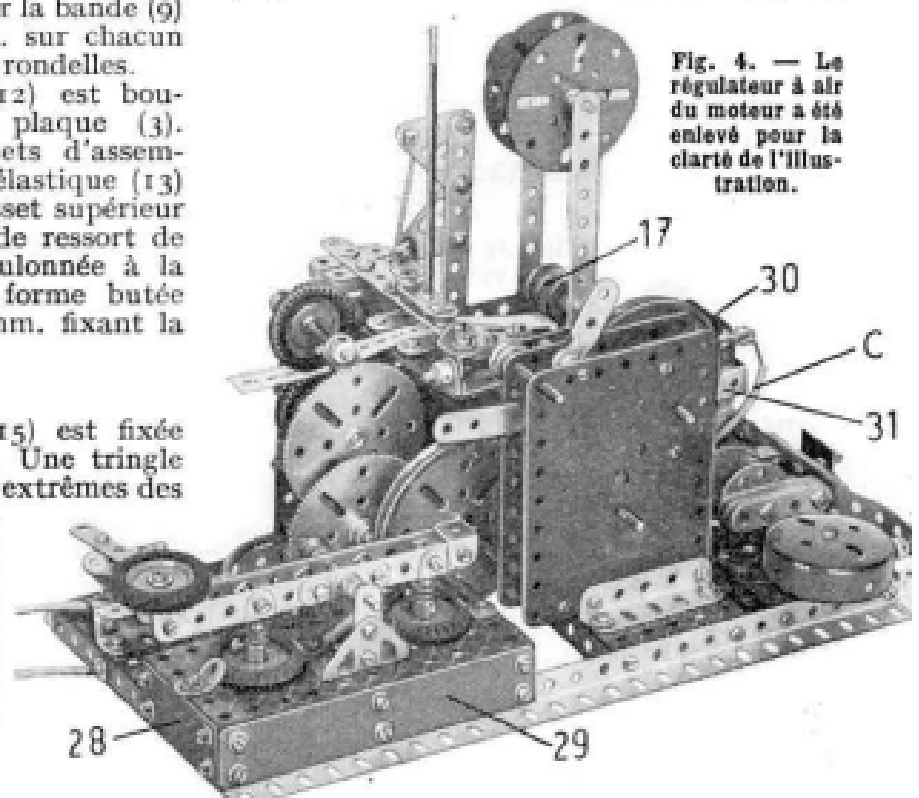
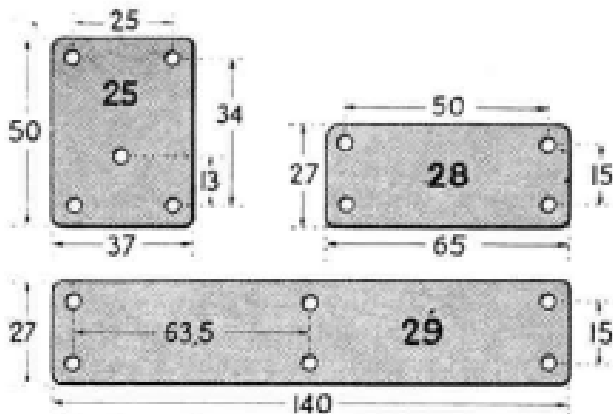

Fig. 4. — Le régulateur à air du moteur a été enlevé pour la clarté de l'illustration.
Fig. 5. — Pièces à découper dans du carton fort.
Le commutateur est construit sur une plaque (25) dont la figure 5 donne le dessin. Cette pièce sera découpée dans du carton fort de 2 mm. d'épaisseur et fixée à une cornière de 5 trous boulonnée sur la cornière (1) Deux équerres fixées sur la plaque (25) forment les plots du commutateur. Le bras de celui-ci est une bande de 5 trous sous laquelle un support plat est tenu par un boulon (26). Un boulon de 19 mm. (27) passe successivement dans une
La figure 4 montre l'ensemble du télégraphe. Le manipulateur doit être soigneusement isolé du reste du modèle ; il sera fixé à l'aide de deux bandes de carton fort (28) et (29), décrites sur la figure 5. En outre, une feuille de papier ou de carton de 14,5 x 7 cm. sera placée entre la plaque à rebords formant le socle du manipulateur et la base du modèle proprement dit. On peut aussi fixer le manipulateur sur une planchette de bois.